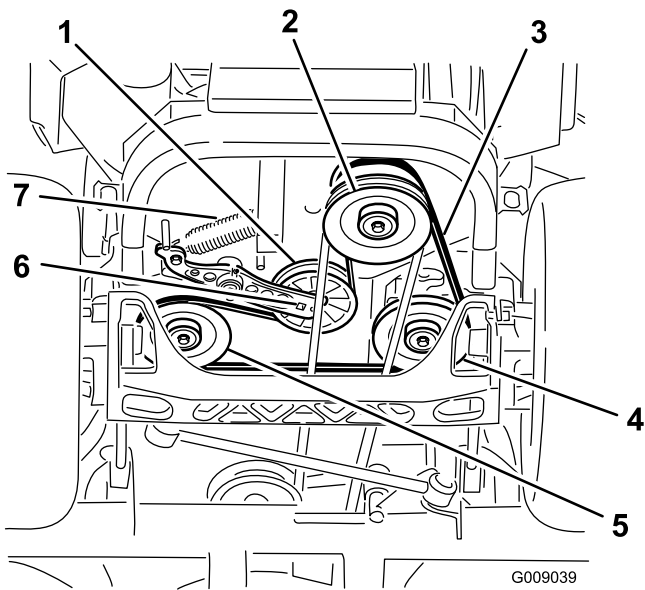

Figura 82
4. Levante la máquina y apóyela sobre soportes fijos (Figura 82).
5. Utilice una llave de carraca en el taladro cuadrado del brazo tensor para retirar el muelle tensor (Figura 82).
6. Desenganche el muelle de la polea tensora del bastidor (Figura 82).
9. Utilizando la llave de carraca en el taladro cuadrado del brazo tensor, instale el muelle tensor en el bastidor (Figura 82).